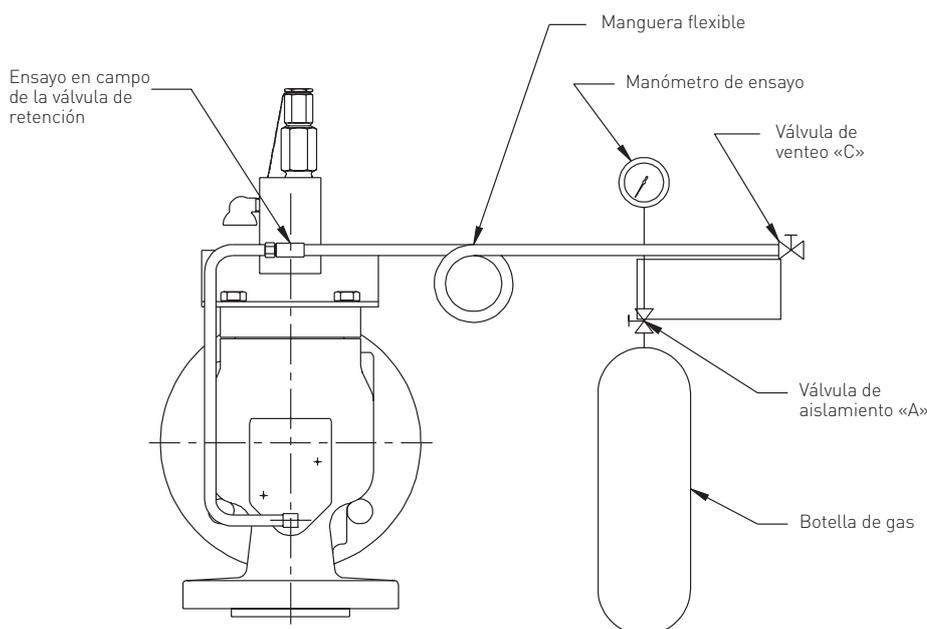

FIGURA 5
3.1.2 Para pilotos dotados de un conjunto de ensayo en campo (Figura 5) extraer el conjunto de dentro del cuerpo del piloto (Figura 5). Desenroscar el casquillo del conjunto y extraer el muelle y la lanzadera.